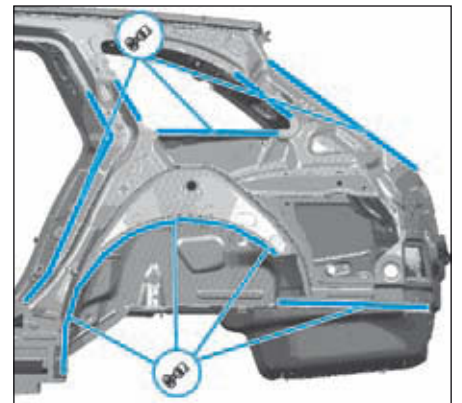

FIG.119
- Retirer les morceaux des tôles restant (Fig.119).